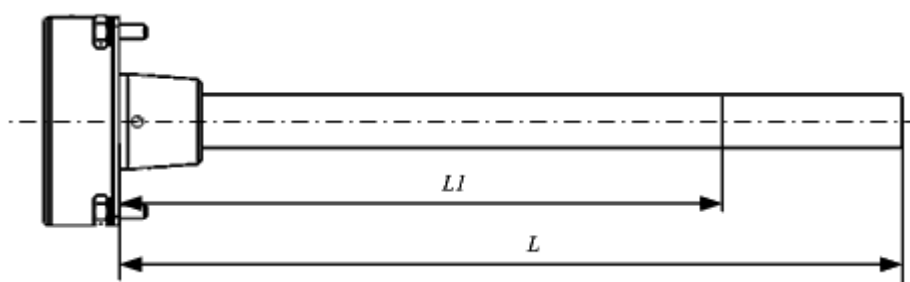

Рисунок 9
- 4) Отрезать ножовкой длину  $L1$  изделия таким образом, чтобы линия среза была строго перпендикулярна продольной оси изделия (Рисунок 9).